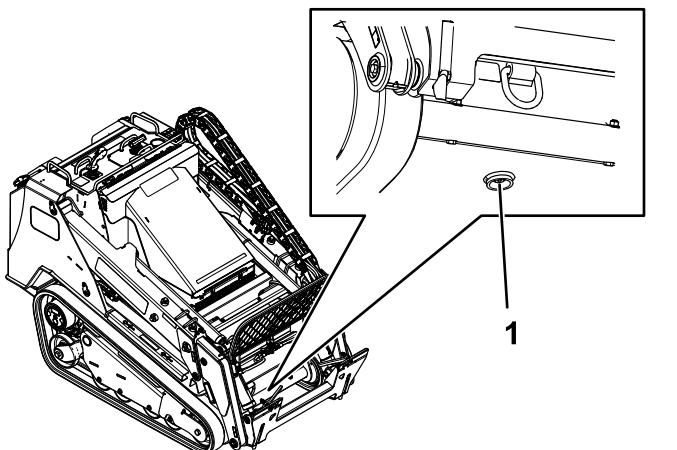

Figura 78
6. Coloque un recipiente grande con capacidad para 57 litros (15 galones US) debajo del tapón de vaciado situado en la parte delantera de la máquina (Figura 78).
7. Retire el tapón de vaciado y deje fluir el aceite al recipiente (Figura 78).